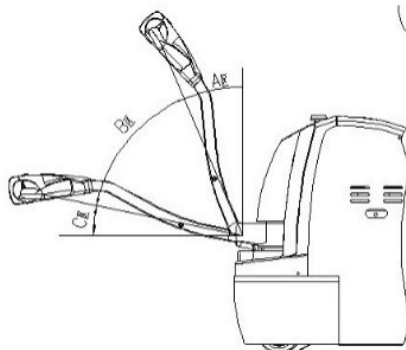

Рис.5 – Движение
- Ручка акселератора используется для управления направлением движения и скоростью штабелера. Для изменения направления движения поверните рукоять в область В, как указано на рис. 5. Когда рукоять находится в области А или С, штабелер находится в состоянии торможения, и вы не сможете начать движение. Когда рукоять находится в области В, а ручка акселератора поворачивается в одном направлении, штабелер может осуществлять движение в соответствующем направлении. Когда акселератор поворачивается в другом направлении, штабелер будет перемещаться в противоположном направлении. В то же время, чем больше амплитуда поворота, тем быстрее штабелер будет двигаться.